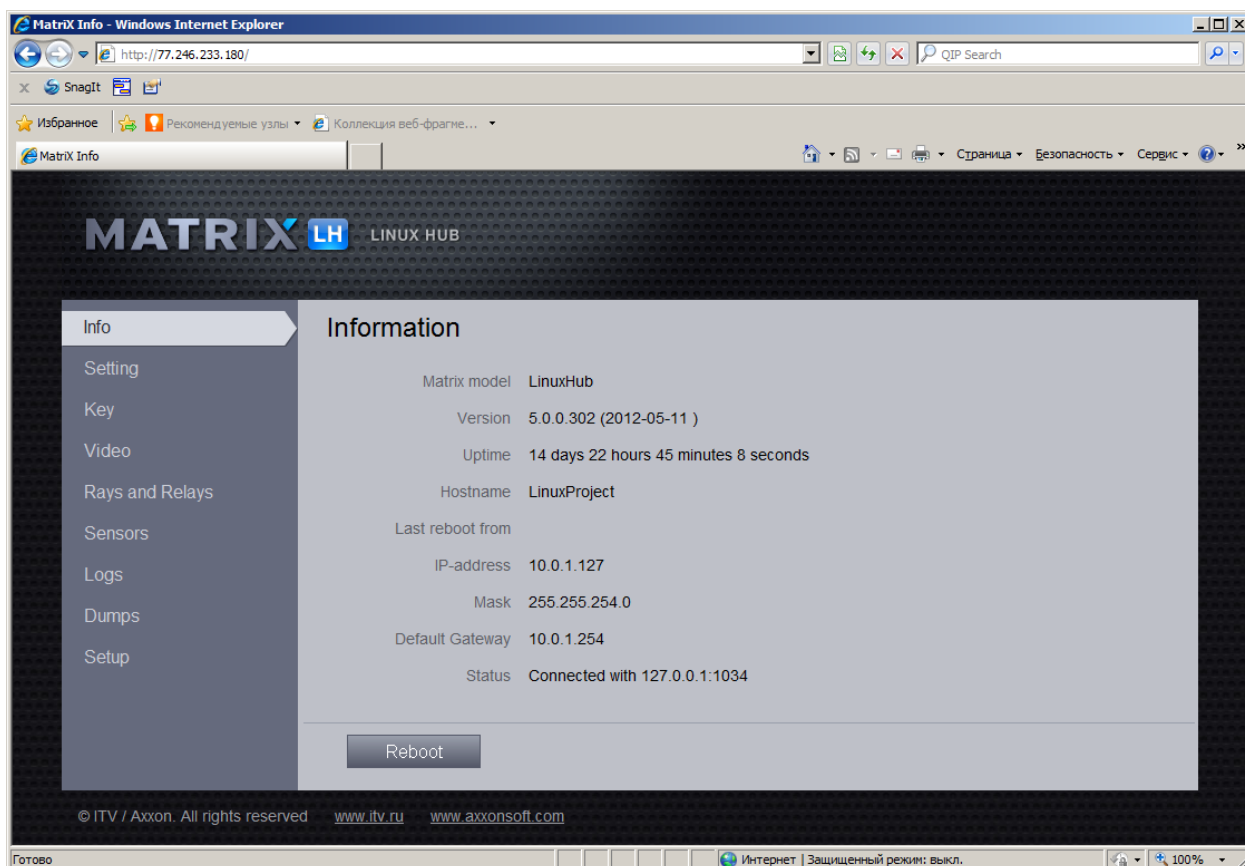

Рис. 7.3—1 Стартовая страница (вкладка «Info») Web-интерфейса LS (LH)
Для доступа к Web-интерфейсу LS (LH) необходимо ввести в адресной строке Web-браузера IP-адрес требуемого LS (LH). Загрузится стартовая страница Web-интерфейса, внешний вид которой представлен на Рис. 7.3—1.